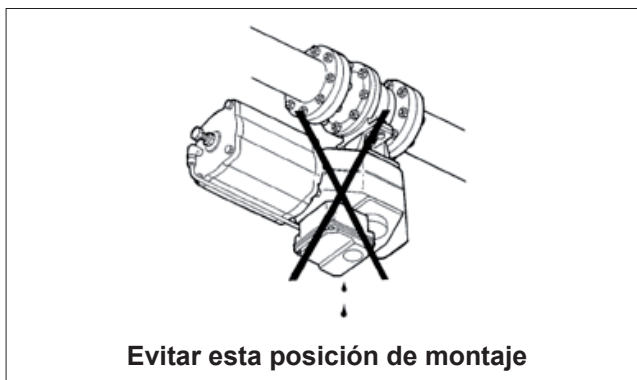

Figura 6.
6. No se recomienda instalar la válvula con el vástago en el lado inferior porque la suciedad en la tubería podría penetrar en la cavidad del cuerpo y posiblemente dañar la empaquetadura del vástago (**consulte la figura 6**).